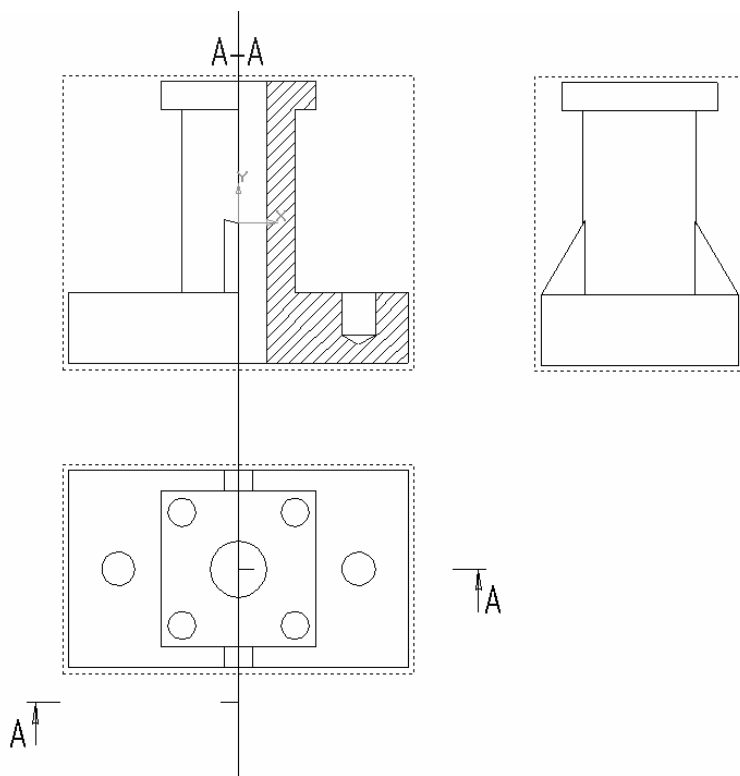

Рис. 61. Установка секущей плоскости
– укажите секущие плоскости, как показано на рис. 61;